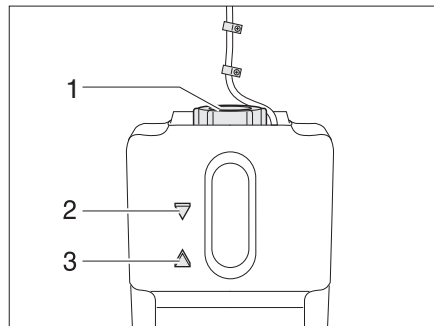

Fig. 393 Vase d'expansion pour le chauffage à eau chaude
- Contrôler si le liquide se trouve entre les marques "MIN" (Fig. 393,3) et "MAX" (Fig. 393,2) sur le vase d'expansion (Fig. 393).
- Ouvrir le bouchon du vase d'expansion (Fig. 393,1).